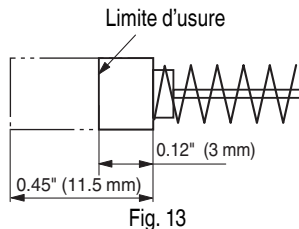

Fig. 13
- Contrôle des balais en carbone (Fig. 13)